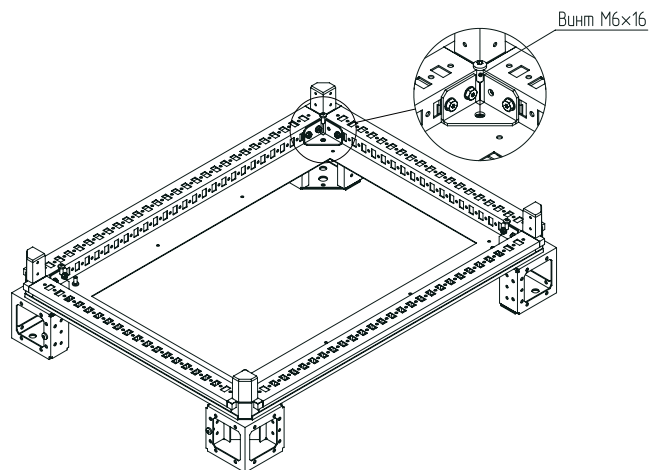

Рисунок 5
4.1.4 Зафиксировать каждый угол цоколя от проворачивания с помощью винта М6×16 (рисунок 5). Момент затяжки – 7 Н·м.